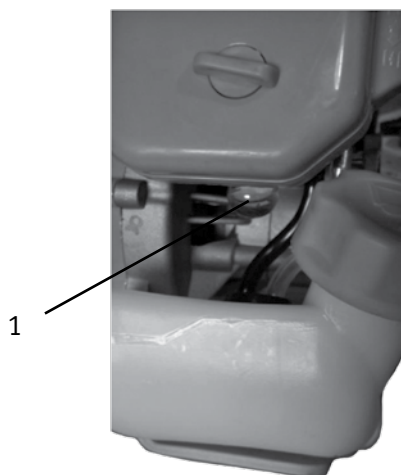

Рис. 8
2. Нажмите на праймер (1) 3-5 раз, до появления в нем топлива (**рис. 8**).